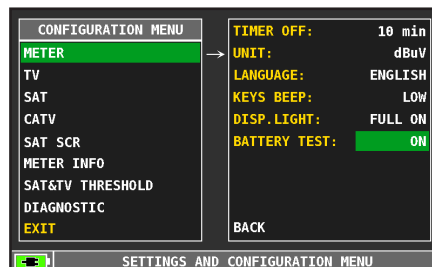

FIG. 2\*
- Sélectionnez «METER» (Fig. 2) et Appuyez sur «ENTER» pour confirmer;
- Sélectionnez «BATTERY TEST» puis «ON» (Fig. 2);